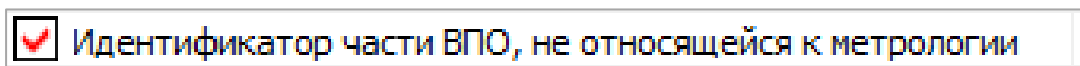

Рисунок 40 – Версия метрологически незначимой части ВПО
6.2.2.2 Идентификационные признаки метрологически незначимой части ВПО доступны как для чтения по интерфейсу в ТПО AdminTools (см. рисунок 40), так и для просмотра на ЖКИ в режиме настройки отображение параметров без питания.